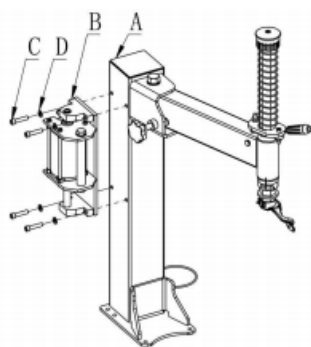

Abb.4
- Befestigen Sie die Basis B mit 4 Schrauben M10*45 C und Unterlegscheiben D an der linken Seite des Pfostens A (siehe Abb.4).